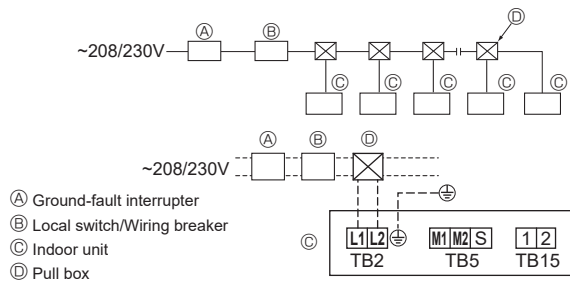

Fig. 6-2
6.3. Power supply wiring (Fig. 6-2)